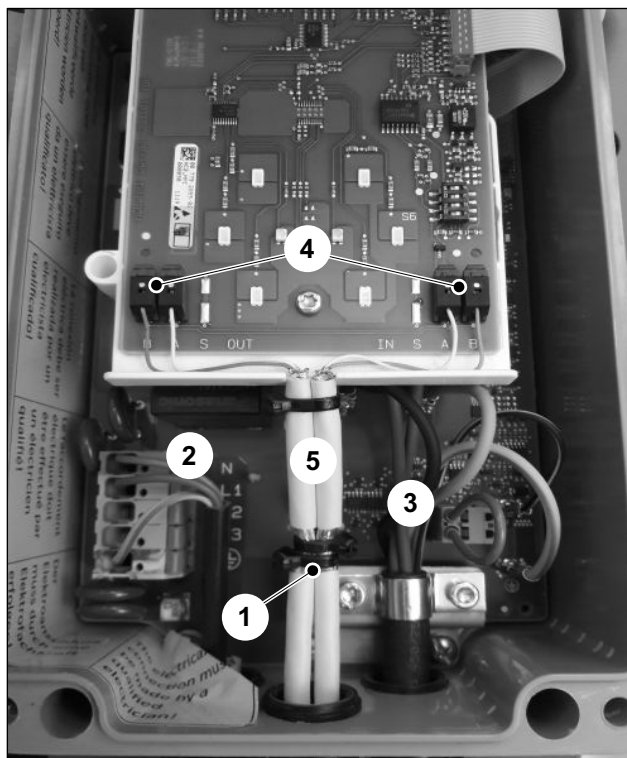

Fig. 10 Percorso delle linee nel cablaggio in linea
A ognuna delle altre Wallbox sono collegate due linee del bus (fig. 10).
I singoli conduttori del cavo della tensione di alimentazione (fig. 10/2) e del cavo di ricarica (fig. 10/3) vanno posti alla maggior distanza possibile dalle linee del bus.
3. Fissare i singoli schermi scoperti al morsetto di schermatura (fig. 10/1) mediante una o due fascette serracavi.
4. Spellare rispettivamente due conduttori per circa 8 mm e collegarli ai corrispondenti morsetti (fig. 10/4).
Le linee del bus devono essere posate senza guaine di rivestimento tra il morsetto di schermatura e la scheda di collegamento (fig. 10/5).